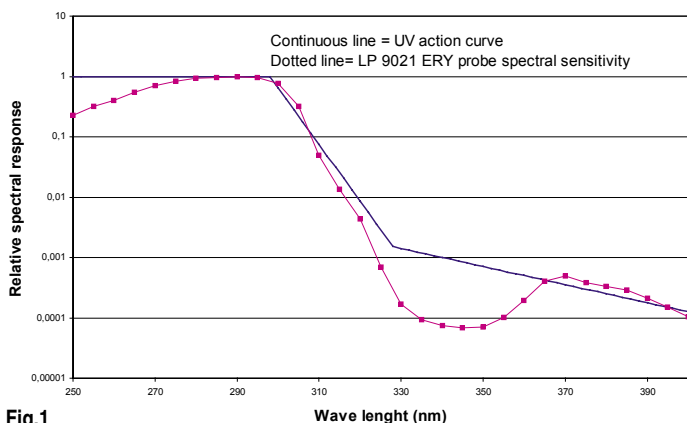

Fig.1
La curva di risposta spettrale tipica della sonda LP 9021 ERY è riportata nella Fig. 1 insieme alla curva di azione UV:
The typical spectral response curve of LP 9021 ERY probe, is shown in the **Figure 1** together with the UV action curve:
**In Abb. 1** Diagramm sind die spektrale Antwortkurve der LP 9021 ERY und die UV-Aktionskurve wiedergegeben.